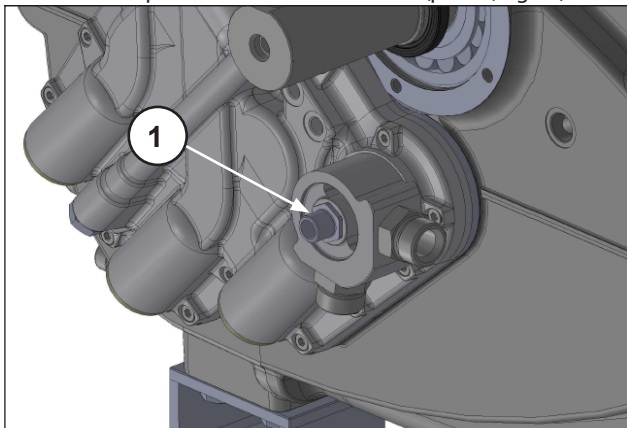
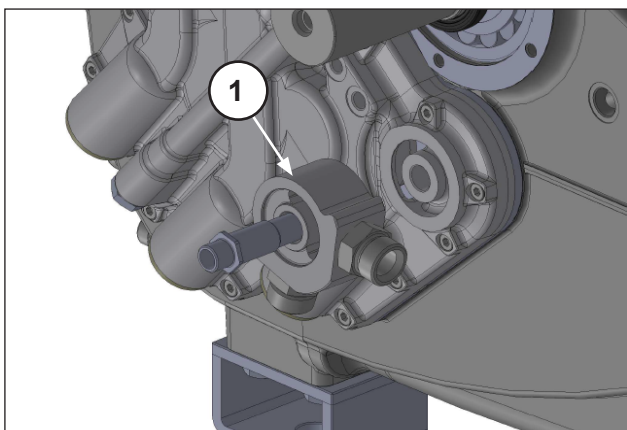

Fig. 19
Fig. 20
Desparafuse a conexão do trocador do filtro de óleo (pos. ①, Fig. 19) e remova o adaptador do trocador de ar/óleo (pos. ①, Fig. 20).